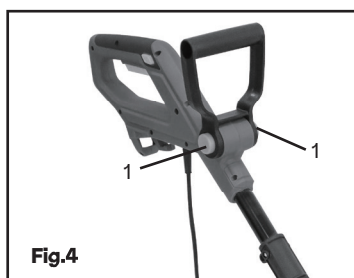

Fig.4
Appuyez simultanément sur les deux boutons de réglage de la poignée auxiliaire (1) et maintenez-les enfoncés pour régler la poignée. La poignée peut pivoter jusqu'à 180° (voir Fig. 4).